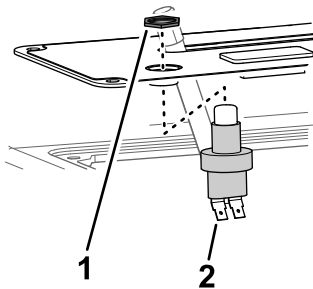

Figura 5
3. Monte el interruptor en la tapa del panel de control con la contratuerca, y apriete la contratuerca a mano (Figura 5).